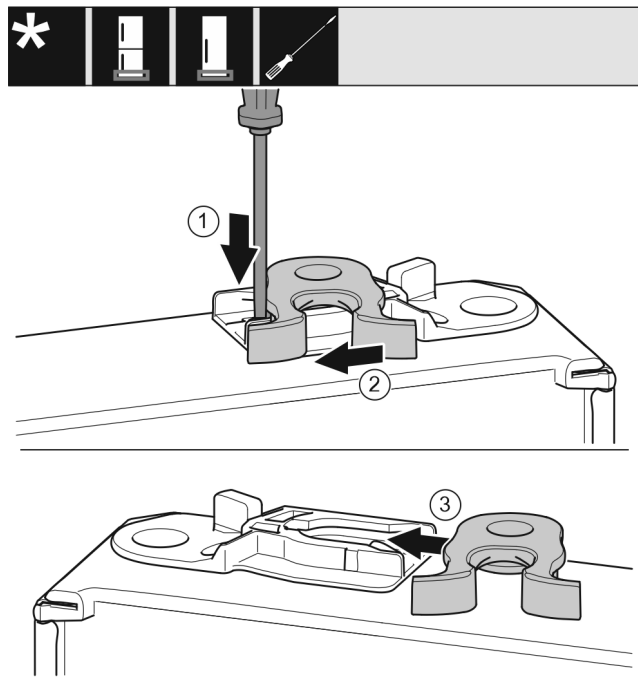

Fig. 16
- ▶ S ploščatim izvijačem potisnite spono navzdol. Fig. 16 (1)
- ▶ Zapiralni kavelj povlecite iz vodila. Fig. 16 (2)
- ▶ Zapiralni kavelj na drugi strani potisnite v vodilo. Fig. 16 (3)